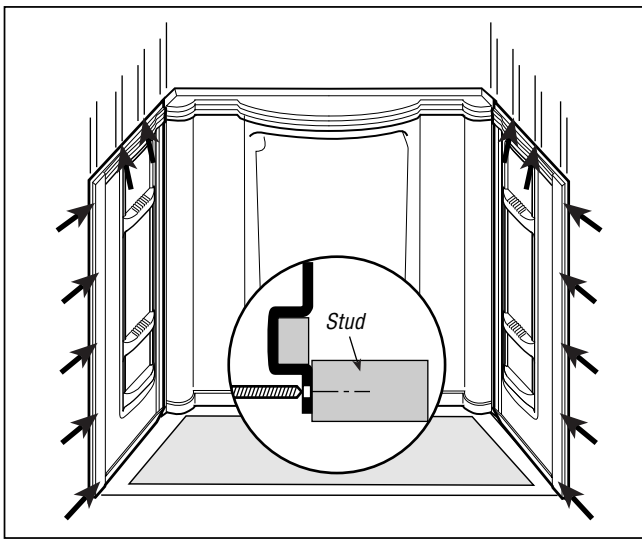

Figura 5
- 6** Coloque una capa de adhesivo en cada viga de la pared que entrará en contacto con los paneles laterales. Instale cada panel lateral colocándoles una capa de calafateado látex/acrílico a lo largo de cada ala con agujeros (por ejemplo el ala que conecta con el panel posterior). Deslice los paneles laterales sobre los sujetadores. Presione firmemente cada panel para asegurar que se adhiera correctamente a las vigas de la pared. Marque y perforo un agujero de 3/16" en el centro del ala de fijación en la parte superior del panel en el centro de cada viga. Perfore también agujeros de 3/16" en el ala de sujeción frontal de cada panel lateral a intervalos de aproximadamente 12" centrados en el ala (Figura 5). Martille clavos galvanizados de 3/4" para techo en las vigas de la pared a través de cada agujero para fijar los paneles de la pared.